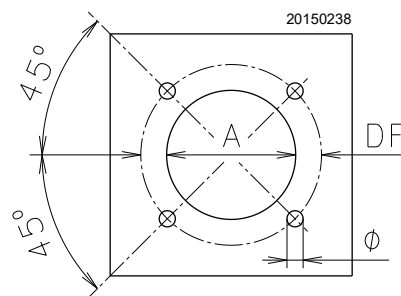

Fig. 13
Găuriți placa de închidere a camerei de ardere ca în Fig. 13. Poziția găurilor filetate poate fi urmărită folosind ecranul termic furnizat împreună cu arzătorul.
- Glisați întregul arzător pe orificiul cazanului pregătit anterior (Fig. 13) și fixați-l cu șuruburile furnizate.